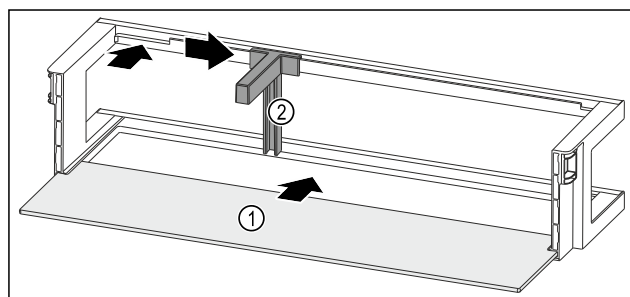

Fig. 279 Dørhylle med oppstillingsplass
- Skyv oppstillingsplassen Fig. 279 (1) inn i fordypningene på sidene.
- Sett inn flaskeholderen Fig. 279 (2) i fordypningen.
- Skyv flaskeholderen Fig. 279 (2) i ønsket posisjon til side.